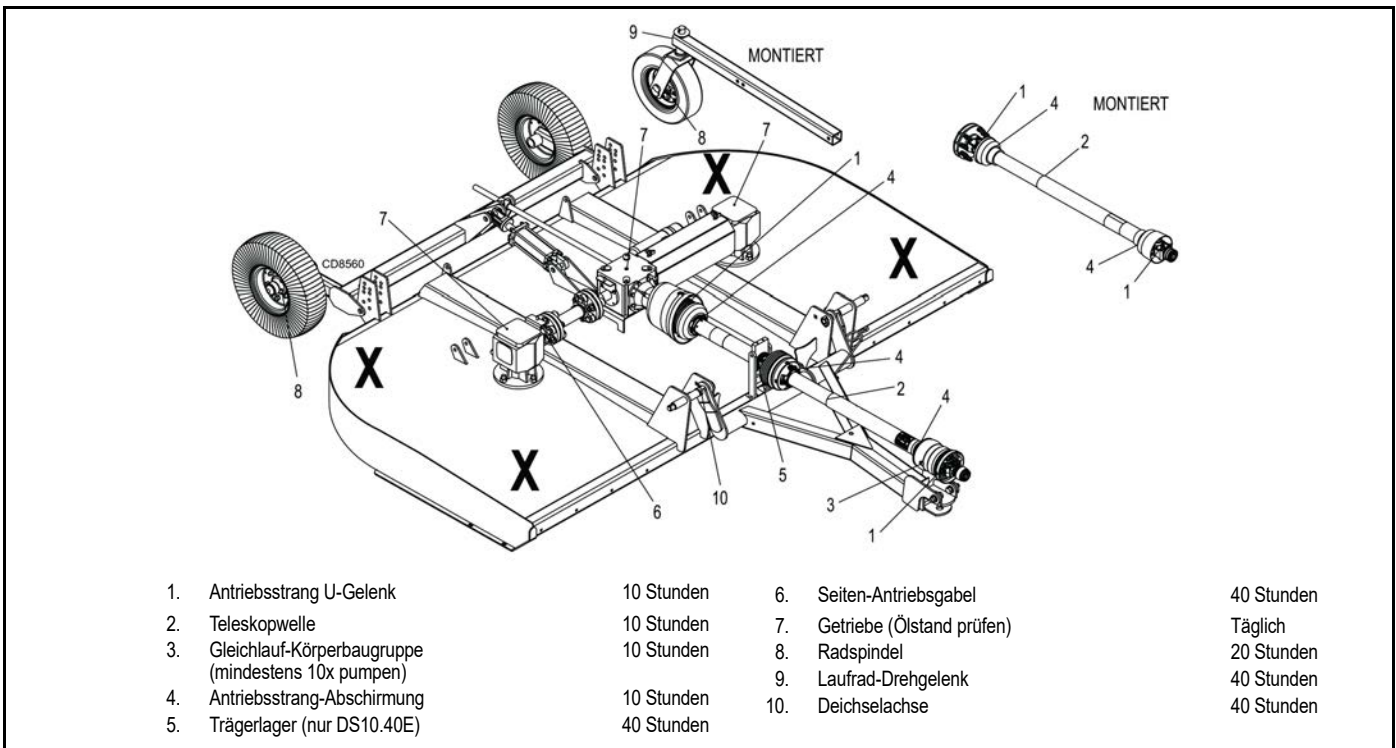

ABBILDUNG 11. Unterstellbock-Platzierungs- und Schmierpunkte
1. Unterstellböcke mit einer Tragfähigkeit von 453,6 kg (1000 lbs) und mehr sind die einzige zugelassene Aufbockvorrichtung für diesen Mäher. Platzieren Sie mindestens vier Unterstellböcke (siehe bei X in ABBILDUNG 11) unter dem Mäher, bevor Sie unter dem Gerät arbeiten.
Siehe Abbildung 11 für Schmierstellen und -häufigkeit oder Schmierung unter normalen Betriebsbedingungen. Schwere oder ungewöhnliche Bedingungen können eine häufigere Schmierung erfordern.
2. Heben Sie den Mäher an und bocken Sie ihn sicher auf. (Siehe Abbildung 11).
3. Richten Sie die Querstrebe (5) mit dem Messerzugangsloch im Mäherrahmen aus. Entfernen Sie Zylinderschraube (27), Sicherungsclip für Messerstift (13), Schlüssellochplatte (12) und Abstandsbleche (10 und 11). Treiben Sie den Messerstift (9) vorsichtig aus der Querstrebe.
4. Drehen Sie die Querstrebe (5) und wiederholen Sie dies für das gegenüberliegende Messer.